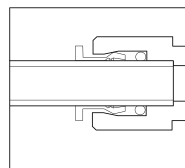

Fig.2
- ▶ Påse at røret settes helt inn (fig. 2).